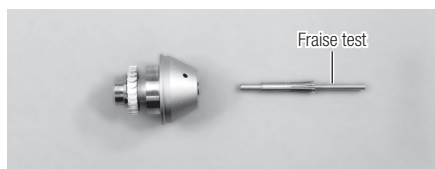

Fig. 20
- 1) Appliquez un peu d'huile sur la surface de la nouvelle griffe ou de la griffe après le nettoyage, insérez la fraise test et enfoncez-la dans le manche du rotor (Fig.20).